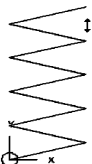

图 11-13 绘制圆
(3) 单击“默认”选项卡“绘图”面板中的“圆”按钮, 指定多段线的起点为圆心，半径为 20，结果如图 11-13 所示。